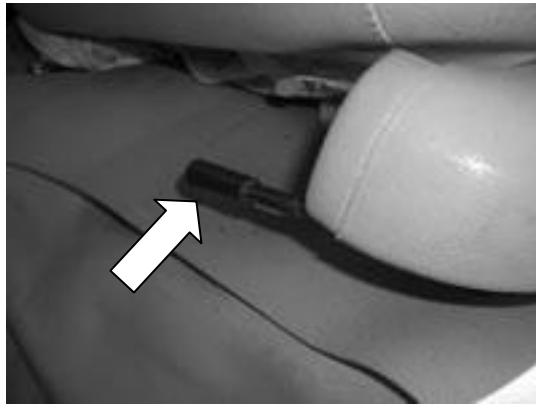

Рисунок 14
- поверните расположенный слева под сидением рычаг регулировки (см. рис.14), позволяющий горизонтальное перемещение сидения в пределах 168 мм.